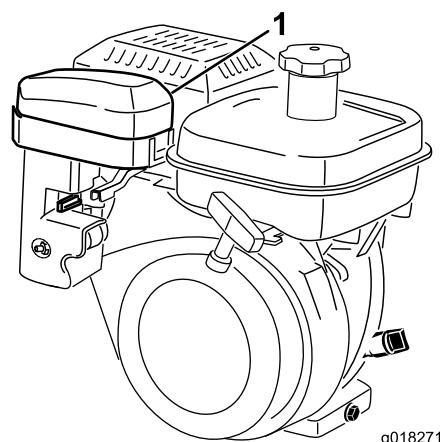
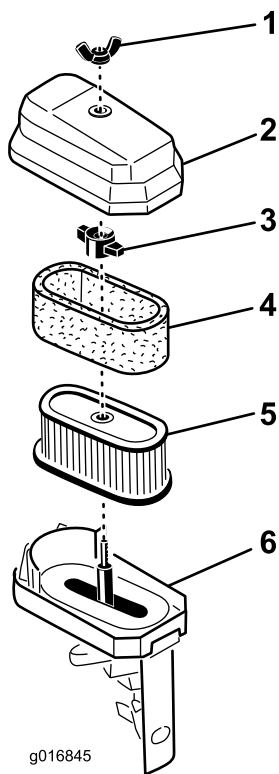

Рисунок 32
Рисунок 33
3. Тщательно очистите крышку (Рисунок 32 и Рисунок 33).
4. Если элемент из пеноматериала загрязнен, извлеките его из бумажного элемента (Рисунок 33). Тщательно очистите его.